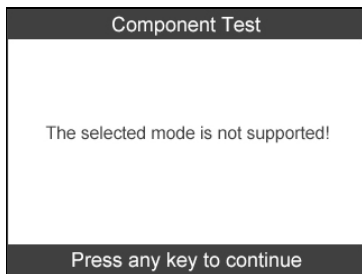

Рисунок 6.26
- Некоторые автомобили не позволяют сканерам контролировать свои системы или компоненты. Если диагностируемый автомобиль не позволяет выполнить проверку на отсутствие утечек из системы улавливания паров топлива, на экране появится информационное сообщение. (См. рисунок 6.26)